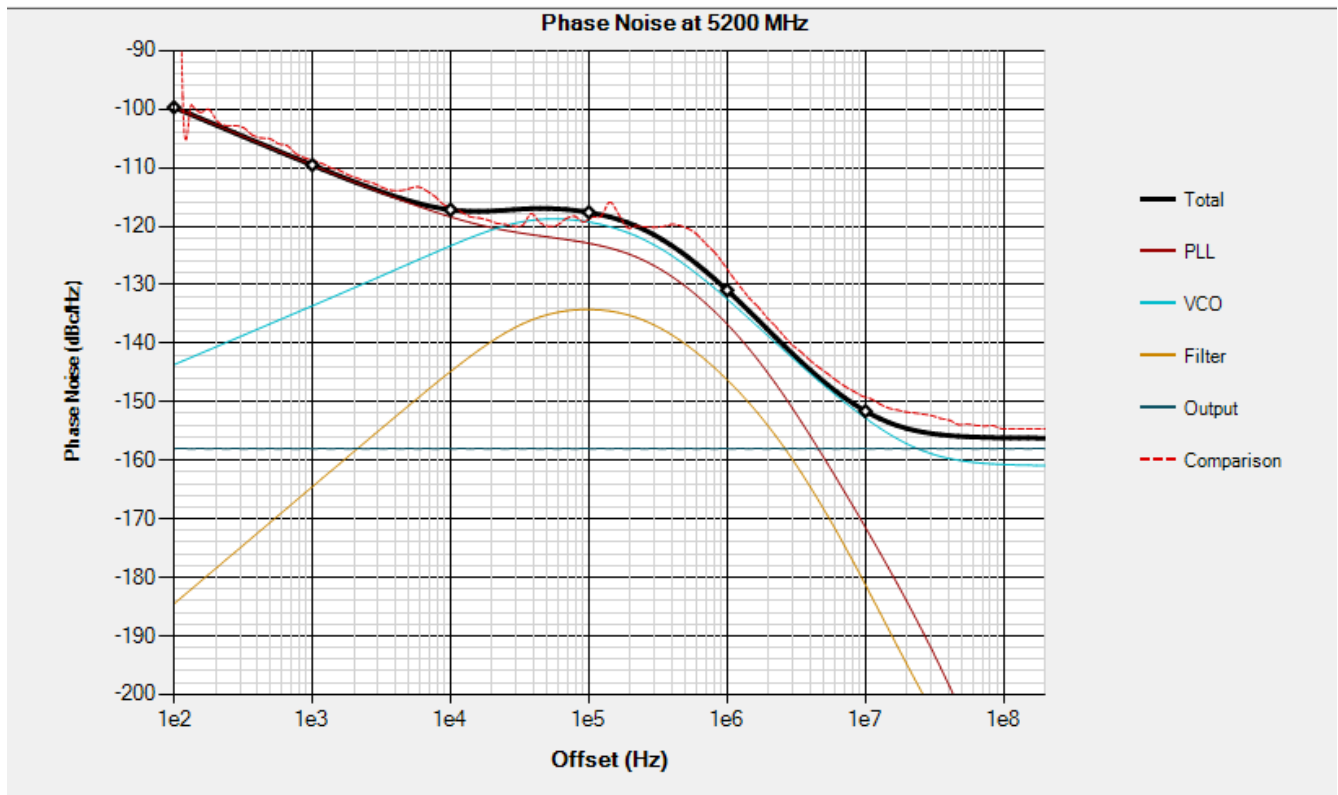

図 12-2. シミュレーションと測定データの比較を行うために PLLatinum Sim に読み込んだ比較パターン
- シミュレーションした位相ノイズ曲線 (黒) を、測定した位相ノイズ曲線 (赤、破線) と比較します。図 12-2 に示すように、黒の破線と赤の破線は同じ位相ノイズです。